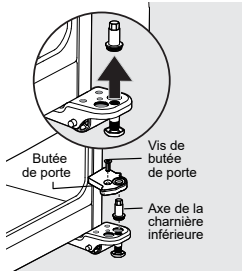

figure 5
10. Retirez la vis de la butée de la porte avec un tournevis cruciforme (voir figure 5).
11. Dévissez l'axe de la charnière inférieure de sa position à droite à l'aide d'une clé à molette (voir figure 5).